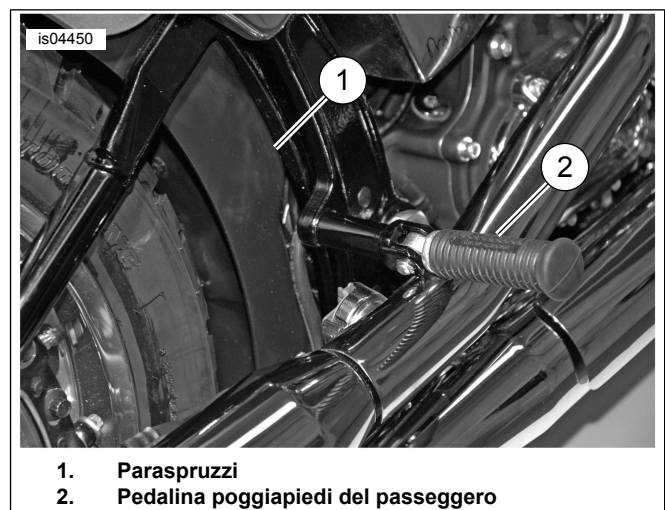

Figura 5. Paraspruzzi e pedalina poggiatesta del passeggero
1. Vedere Figura 5. Rimuovere la vite sul lato interno e sollevare le linguette per sganciare il paraspruzzi (1).
2. Vedere Figura 5. Far scorrere il paraspruzzi verso il basso all'interno del vano della ruota collocandolo nella sua posizione originale.